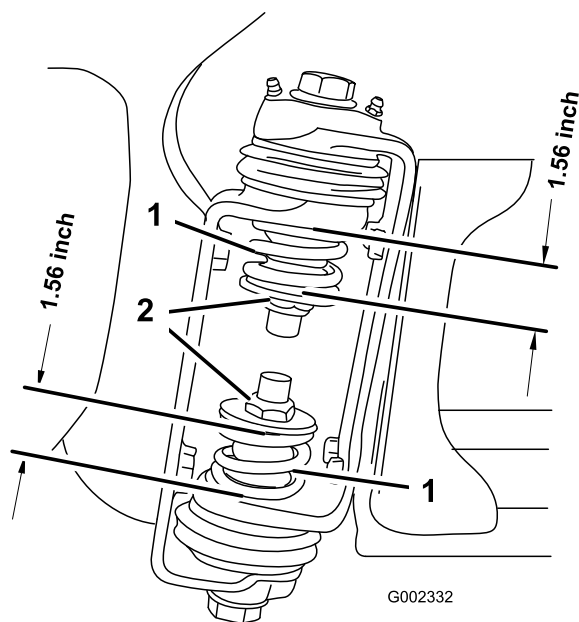

图3
- 当喷洒臂位于伸展位置（图3）时、在喷洒臂的铰链处测量上下弹簧的压缩度。